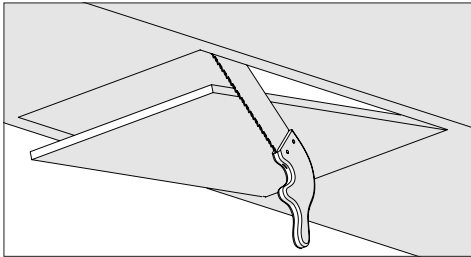

Abb. 2
- Schneiden Sie die Bodenfläche des Schrankes aus, in der die Abzugshaube installiert werden soll. Beachten Sie die Abmessungen in der technischen Zeichnung (Abb. 2).